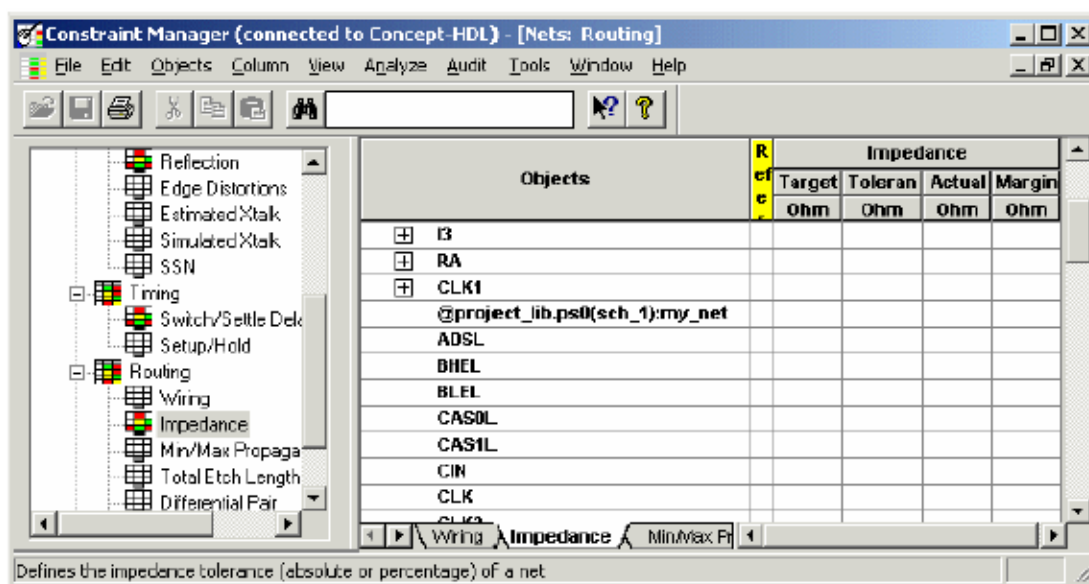

图 6-2 网络 MY_NET 显示为规范的格式
10. 打开【Impedance】工作表, 可以查看到网络 MY_NET 显示为规范的格式, 其它的网络显示为物理格式, 因为新加的网络还没有被打包。请见图 6-2。